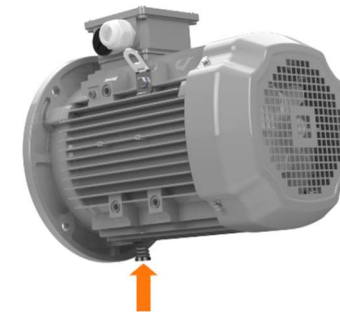

Figure5 : Etancher et fermer le trou d'évacuation de l'eau de condensation avec de la Loctite après le drainage.
- L'utilisateur veille à ce que le trou d'évacuation de l'eau de condensation (voir *Figure 5*) sur les moteurs à indice de protection IP élevé (IPX6/IP6X) soit fermé de manière étanche à l'eau ou à la poussière après le drainage, ainsi que pendant le transport et le stockage, et qu'il soit étanchéifié avec un joint de surface Loctite.